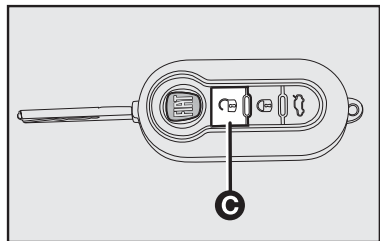

fig. 65
- Com a pressão contínua da tecla de desbloqueio **C-fig. 65** a capota abre, parando em qualquer posição assim que a tecla for solta.